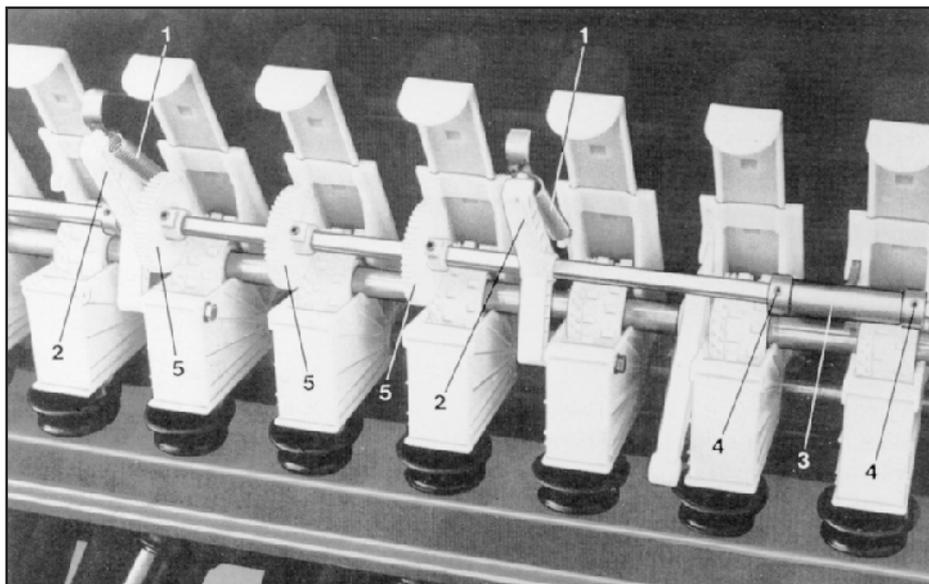
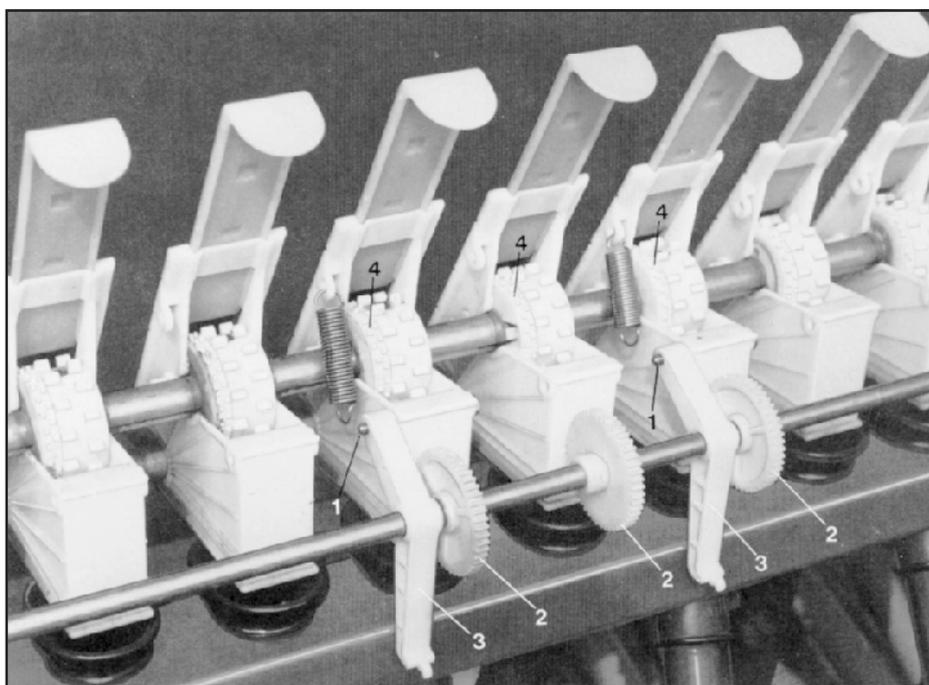

Рис. 90
Рис. 91
- Ослабить пружину растяжения (рис. 90/1) между корпусами высевальных аппаратов и поворотными опорами (рис. 90/2) и откинуть назад промежуточный вал (рис. 91).
- Узел крепления (рис. 90/3), который фиксирует промежуточный вал по оси, входит в паз на корпусе высевального аппарата. Этот узел крепления выдвигается при откидывании промежуточного вала из паза и после проведенного монтажа его нужно закрепить в том же пазе или в пазе корпуса соседнего высевального аппарата. Узел крепления (рис. 90/3) зафиксирован на промежуточном вале по оси, при помощи установочных колец (рис. 90/4).
- Высевальные катушки, приводимые в действие высевальным валом, закреплены на вале установочными винтами, которые вставлены в высевальных катушках для мелких семян. Ослабить установочные винты (рис. 91/4) **новых** катушек, до тех пор пока **новые** высевальные катушки устройства прокладки колей не будут свободно вращаться на высевальном вале.
- Ослабить винты с шестигранной головкой (рис. 91/1), которыми закреплены поворотные опоры на корпусах **старых** высевальных аппаратов устройства прокладки колей.
- Передвинуть поворотные опоры (рис. 91/3) и пластмассовые ведущие шестерни (рис. 91/2) на промежуточном вале.
- Закрепить поворотные опоры (рис. 91/3) на корпусах **новых** высевальных аппаратов устройства прокладки колей, откинуть вверх промежуточный вал и навесить растяжные пружины (рис. 90/1) между поворотными опорами и корпусами высевальных аппаратов.
- Ввести в зацепление зубья пластмассовых ведущих шестерней (рис. 90/5) с зубьями высевальных катушек для мелких семян и закрепить ведущие шестерни на промежуточном вале.
- Снова соединить **старые** высевальные катушки для мелких семян устройства прокладки колей с высевальным валом. Для этого установочный винт (рис. 91/4) вворачивается в высевальную катушку для мелких семян настолько, пока катушка не будет захвачена высевальным валом с легким крутящим зазором. Слишком затянутые установочные винты заклинивают высевальные катушки.
Рядовые сеялки с 2-кратным ритмом прокладки технологических колей оборудованы отключаемыми высевающими катушками для прокладки колей только на правой стороне рядовой сеялки. Каждая желаемая колея прокладывается на поле при движении вперед и при движении назад (сравни п. 23.2, пример 1). Поэтому промежуточный вал можно оснащать пластмассовыми приводными шестернями только на правой стороне рядовой сеялки (рис. 90/5). Приводные шестерни нужно монтировать на промежуточном вале таким образом, чтобы расстояние между высевающими катушками устройства прокладки колей, измеренное от правой наружной стороны машины, составляло половину колеи трактора. Монтаж приводных шестерней осуществляется согласно п. 23.4, переналадка пульта управления - согласно п. 23.6. При работах с маркирующим устройством для последующих с/х машин нужно демонтировать левый диск разметочного инструмента для колей.